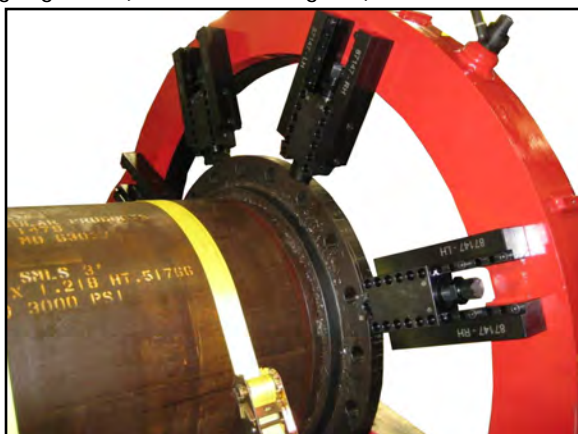

FIGURE 2-1. INSTALLIERTER BEFESTIGUNGSSATZ
Die ODF50 Flanschdrehmaschine ist eine tragbare, am Außendurchmesser (OD) montierte, Einzelpunkt Flanschdrehmaschine, mit Druckluft- und Keilriemenantrieb, zum Einsatz an Werkstücken mit einem Außendurchmesser von 39.1-50.5" (993-1.283 mm), oder 29.1-40.0" (739-1016 mm) mit dem optional erhältlichen Befestigungssatz (siehe Abbildung 2-1).